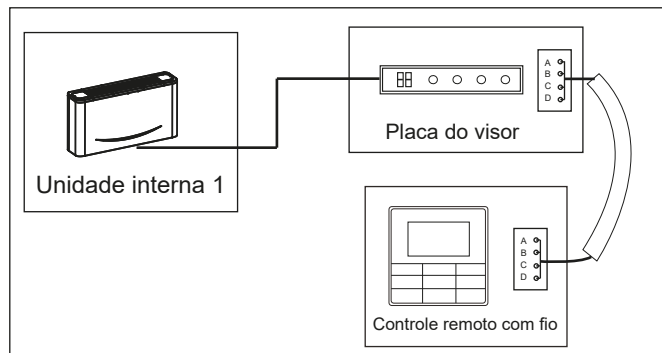

Figura 33
- Use um controlador conectado para controlar uma unidade interna (consulte a Figura 33).